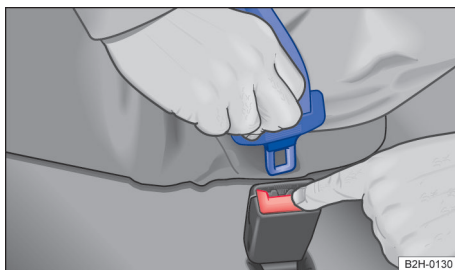

Fig. 29 Soltar a lingueta do cinto de segurança subabdominal do fecho do cinto de segurança
- Pressionar o botão vermelho do fecho do cinto de segurança → Fig. 29. A lingueta do cinto de segurança salta para fora.